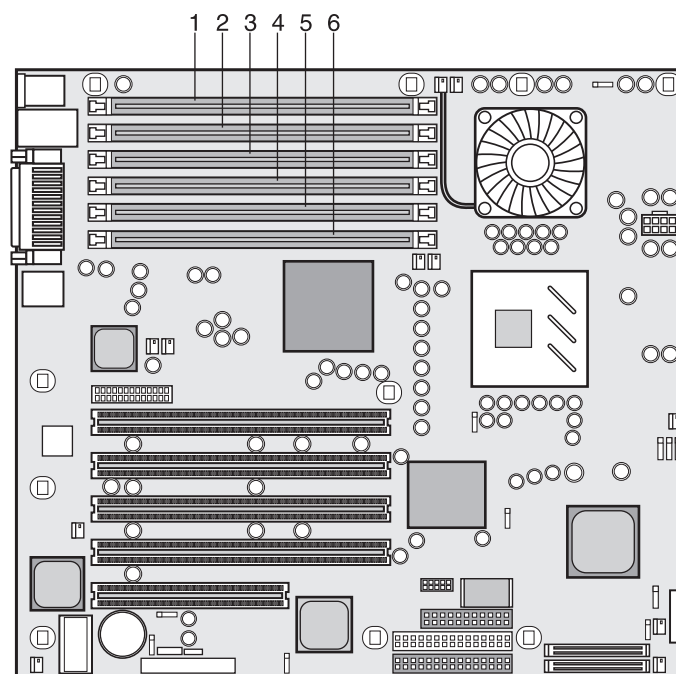

Figura 2-11: Ubicaciones de los módulos DIMM en la placa del sistema
4. Seleccione una ranura DIMM para el módulo DIMM deseado. Consulte la figura 2-11.